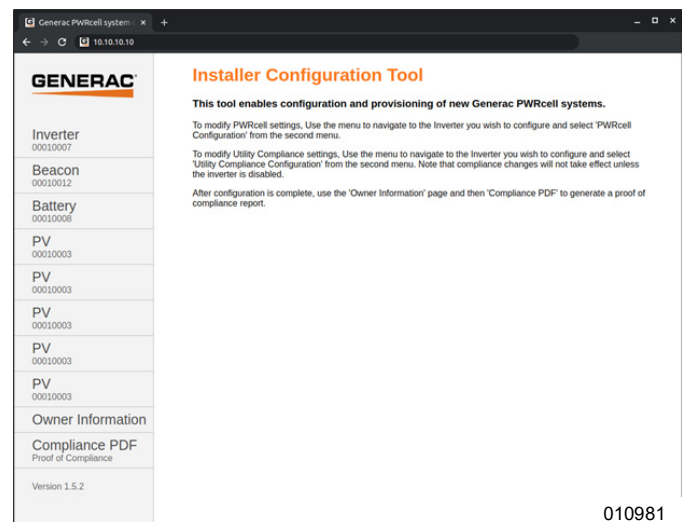

Figura 6-27. Herramienta de configuración del instalador
- Consulte la Figura 6-27. Abra un explorador web en un teléfono inteligente o en una computadora portátil e ingrese 10.10.10.10 en la URL del explorador. Aparecerá la herramienta del instalador en el navegador.